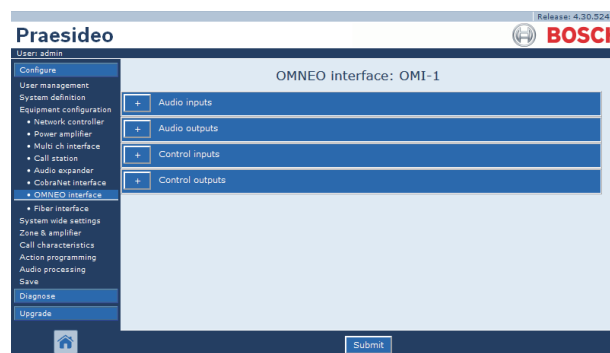

figure 44.45 : Configuration d'une interface OMNEO, étape 2
- 2 Cliquez sur le nom de l'interface OMNEO à configurer. Un écran semblable à celui de la figure 44.45 s'affiche dans le cadre principal de l'interface Web.